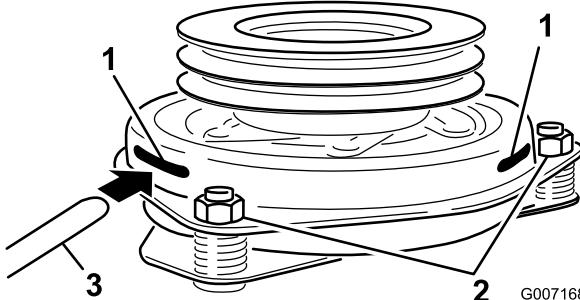

Figura 63
8. Introduzca una galga de 0,381–0,533 mm por una ranura de inspección en el lateral del conjunto. Asegúrese de ubicarla entre las superficies de fricción del rotor y el inducido (Figura 63).
9. Apriete las contratuerca hasta fijar ligeramente la galga pero dejando que ésta se pueda mover con facilidad en la separación (Figura 63).